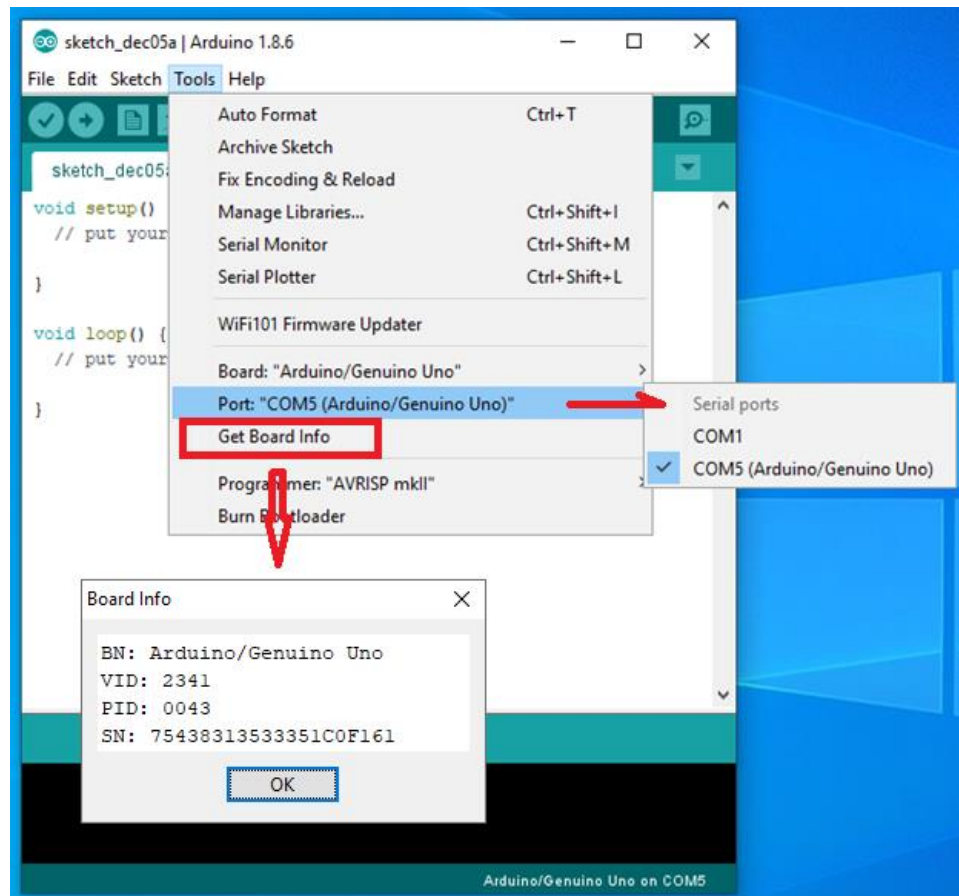

图3. 检查USB连接是否正常
2. **USB**连接后在PC上被称为 Serial Port COMx. 比如在我的电脑上**USB**插上后被自动定义为 COM5. (图3)
3. 图3显示如何检查**USB**连接是否正常和显示当前**UNO R3**板的有关信息.